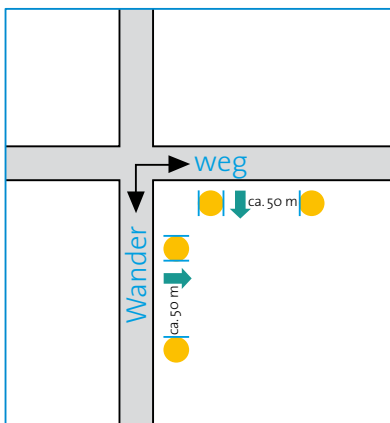

Abb. 3: Wegekreuzung
- Bei der Markierung eines Richtungswechsels wird grundsätzlich vor oder direkt in der Kreuzung das Markierungszeichen angebracht. Eine eindeutige Markierung ist besonders an Stellen erforderlich, an denen sich markierte Wanderwege kreuzen (↗ siehe Abb. 3).